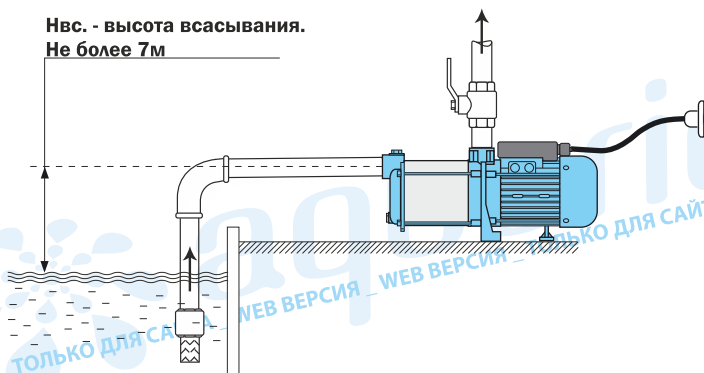

рис. 1
- **Всасывание из источника, расположенного ниже уровня установки насоса (колодезь, скважина, открытый водоем). Рис.1**